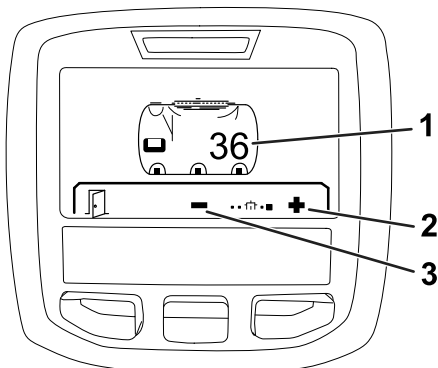

Figura 21
2. Apăsați butonul de selectare dreapta, apoi apăsați butonul de selectare stânga pentru a accesa ecranul pentru rezervor (Figura 21).
3. Utilizai butonul de selectare centru i butonul de selectare dreapta pentru a ajusta volumul rezervorului (Figura 21).